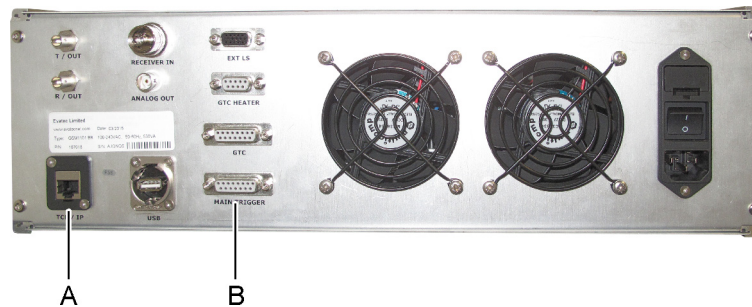

Abb. 4-1
- 2** Stellen Sie die Ethernet-Verbindung mit dem Systemrechner über die LAN-Steckdose (Pos. A in Abb. 4-1, 69) auf der Rückseite des Messgerätes her.
- 3** Stellen Sie gegebenenfalls die Verbindung zum Anschluss «MAIN TRIGGER» auf der Rückseite des Messgerätes (Pos. B in Abb. 4-1, 69) her. Dies ist der Anschluss für das Triggersignal zur Synchronisation mit der Substratbewegung (direktes Monitoring) und für die Blendensteuerung.